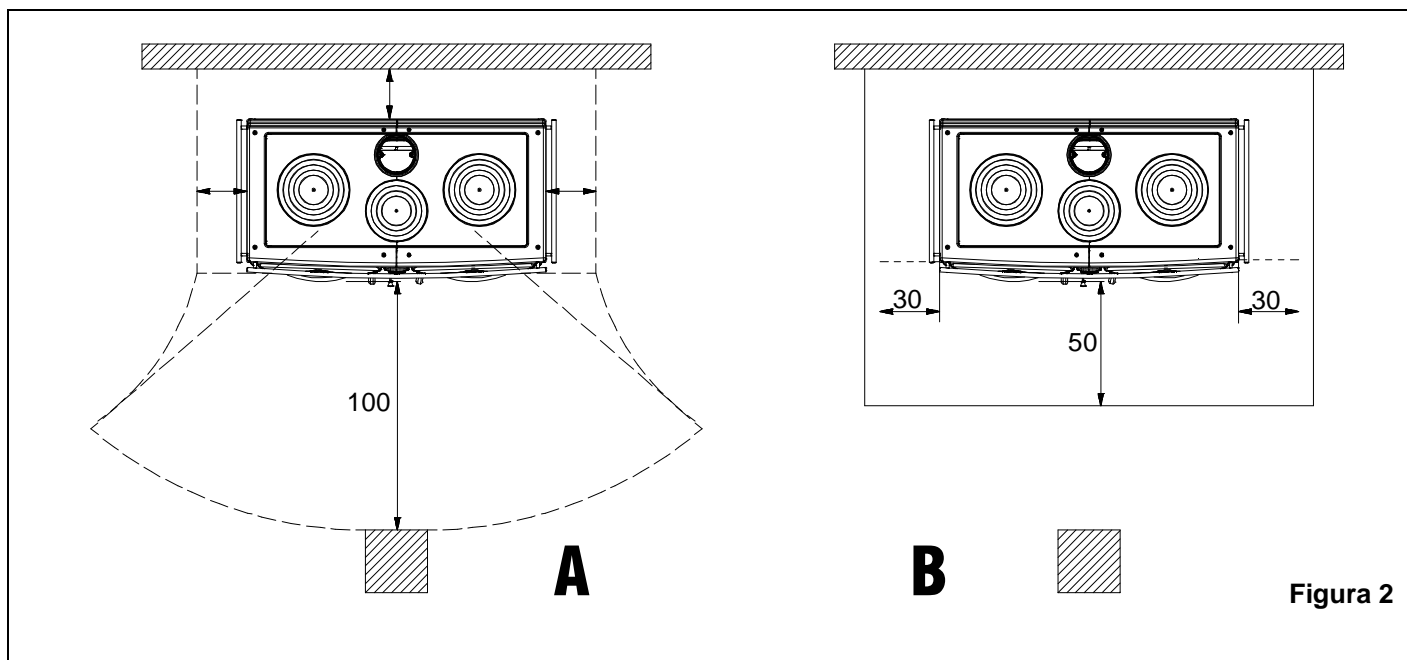

Figura 2
- a) Al fine di assicurare un sufficiente isolamento termico, rispettare la distanza minima di sicurezza dal retro e da entrambi i lati da elementi costruttivi ed oggetti infiammabili e sensibili al calore (mobili, rivestimenti di legno, stoffe ecc.) (vedi Figura 2 - A). **Tutte le distanze minime di sicurezza sono indicate sulla targhetta tecnica del prodotto e NON si deve scendere al di sotto dei valori indicati.**
- c) qualora il prodotto venga installato su un pavimento di materiale infiammabile, bisogna prevedere un sottofondo ignifugo. **I pavimenti in materiale infiammabile**, come moquette, parquet o sughero etc., **devono essere sostituiti** da uno strato di materiale non infiammabile, ad esempio ceramica, pietra, vetro o acciaio etc. (dimensioni secondo l'ordinamento regionale). Il sottofondo deve sporgere frontalmente di almeno **50 cm** e lateralmente di almeno **30 cm** oltre all'apertura della porta di carico (Figura 2 pos.B).